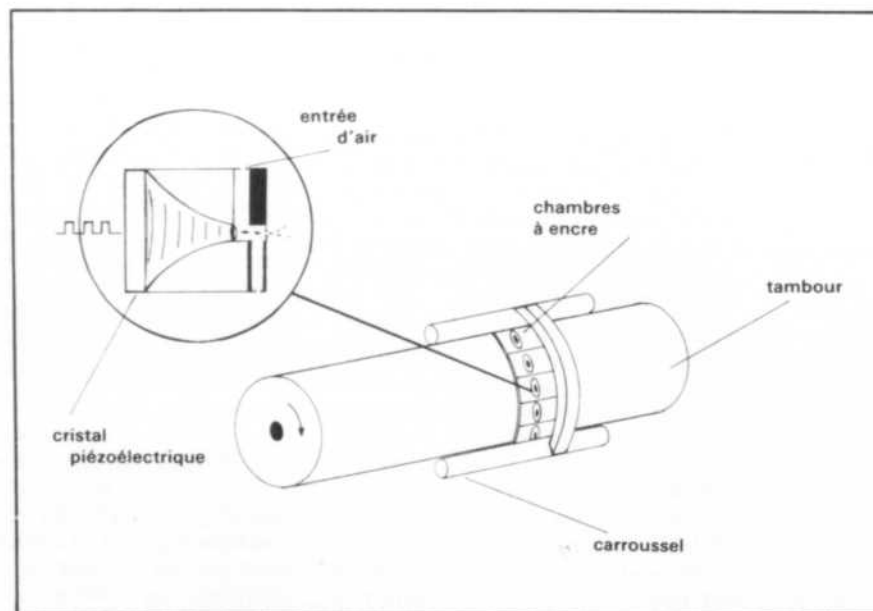

Figure 4 Imprimante à jet d'encre
Un autre dispositif(4) est également utilisé dans certaines imprimantes à jet d'encre (figure 4). Comme pour le dispositif précédent, une chambre à encre est prévue pour chacune des couleurs et pour le noir. Seulement dans le deuxième cas, chacune des chambres a son propre bec de sortie. Une goutte est expulsée de l'une des chambres seulement si elle participe à la coloration. Ceci évite la nécessité d'un collecteur et limite la circulation de l'encre. Le système de déviation est également inexistant puisque chacun des bords de sortie dépose automatiquement la goutte à l'endroit désiré. L'imprimante à jet d'encre offre l'avantage de compléter toutes les couleurs pour un seul tour du carroussel ou support des chambres à encre. Voilà qui évite les réajustements de papier et augmente la résolution et la rapidité d'exécution. Un seul point délicat: la composition de l'encre. En effet, celle-ci ne doit en aucun cas sécher et obstruer les bords de sorties. C'est une imprimante qui requiert une bonne maintenance.